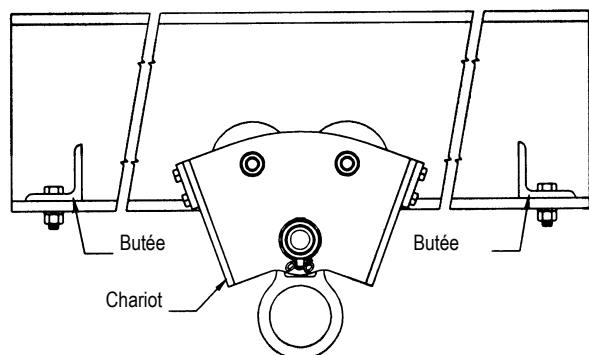

Figure 6 : distance d'arrêt
- B. **DISTANCE D'ARRÊT :** voir la figure 6. Il doit y avoir suffisamment de dégagement sur votre trajet de chute pour éviter de heurter un objet ou un niveau inférieur en cas de chute. La distance du dégagement requis se calcule en fonction de votre application. Consultez les instructions du fabricant du dispositif antichute personnel pour de plus amples renseignements sur le calcul de la distance d'arrêt.